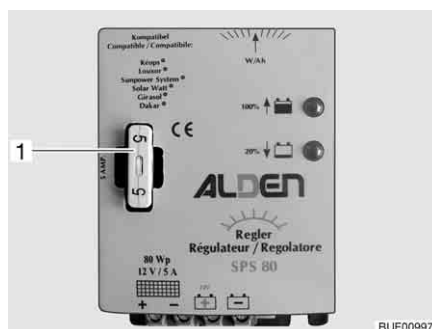

Fig. 120 Fusibile regolatore di carica del pannello solare
- Sostituire il fusibile (Fig. 120,1).